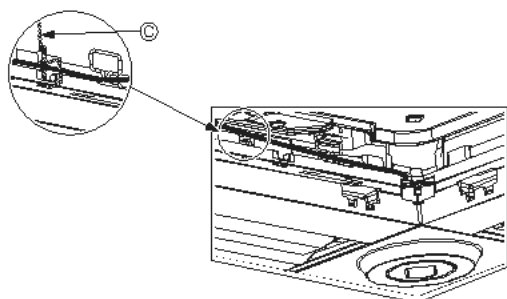

Fig. 10-12
- Fest i-See-sensoren og signalmottakerledningene til panelet med festene som vist på bildet, slik at det ikke er slakk i ledningene, og deretter klipp av den overflødig enden av festet. (Fig. 10-12)
- Hvis posisjonen til i-See-sensoren ble endret fra "o" (E) til "□" (F)-posisjonen, endre funksjonsinnstillingene. (Se side 254.)